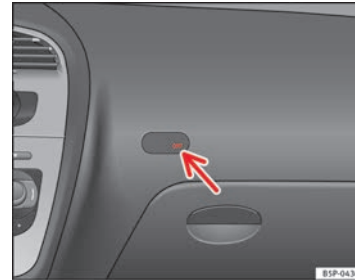

Abb. 27 Kontrollleuchte für Abschaltung der Beifahrerairbags
- Überprüfen Sie, ob bei eingeschalteter Zündung die Kontrollleuchte „OFF“ der Instrumententafel ⇒ Abb. 27 aufleuchtet ⇒ .
- Vergewissern Sie sich, dass bei eingeschalteter Zündung die Kontrollleuchte ⇒ **Abb. 27** nicht leuchtet ⇒ .